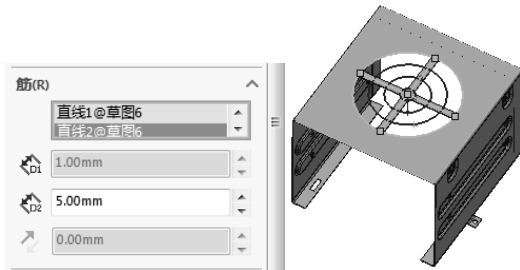
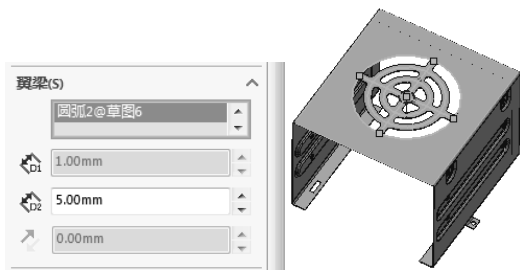
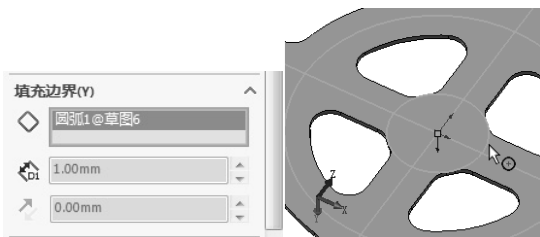
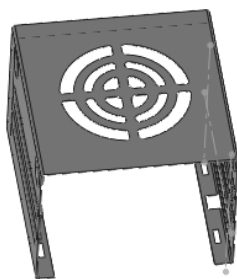

图 10-223 选择通风口筋
图 10-224 选择通风口翼梁
图 10-225 选择通风口填充边界
图 10-226 生成的通风口
30) 生成通风口 在草图中选择两条互相垂直的直线作为通风口的筋，输入筋的宽度数值“5”，如图 10-223 所示。在草图中选择中间的两个圆作为通风口的翼梁，输入翼梁的宽度数值“5”，如图 10-224 所示。在草图中选择最小直径的圆作为通风口的填充边界，如图 10-225 所示。设置结束后，单击 ✓ (确定) 按钮，生成的通风口如图 10-226 所示。